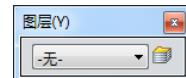

图 8-43 “图层”工具栏
**01** 新建工程图，在菜单栏中选择“视图”→“工具栏”→“图层”命令，打开“图层”工具栏，如图 8-43 所示。